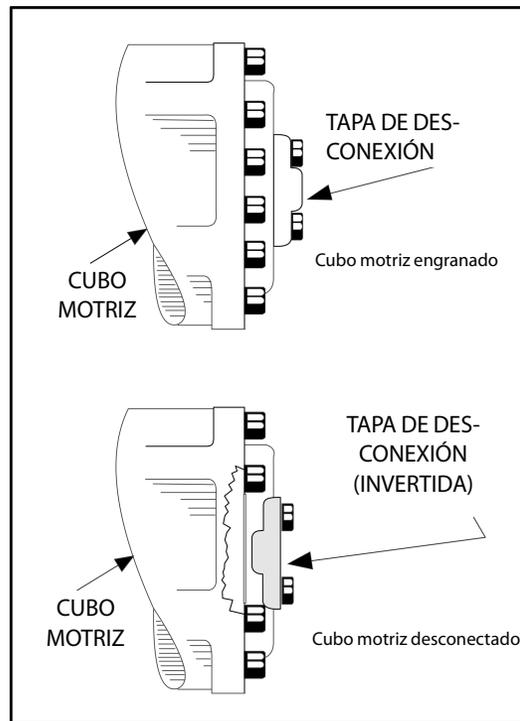

Figura 4-8. Desconexión de cubo motriz
3. Desengranar los cubos de las ruedas motrices invirtiendo sus tapas de desconexión. Consultar la Figura 4-8., Desconexión de cubo motriz.